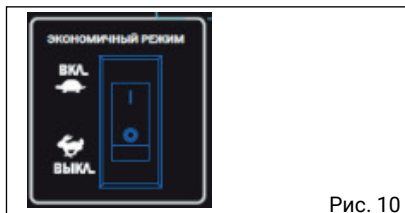

Рис. 10
1. Установите переключатель ЭКОНОМИЧНЫЙ РЕЖИМ в положение «ВЫКЛ» (Рис.10).